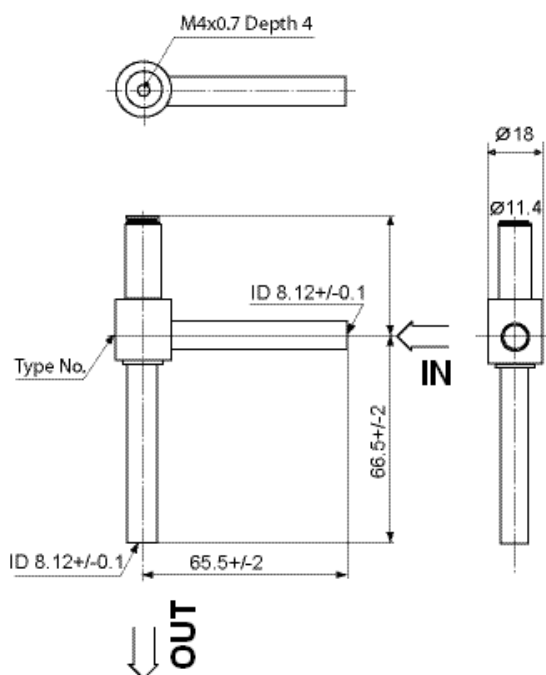

Рис. 10: Электромагнитный клапан без катушки
- Правильное расположение входа и выхода газа показано на рис. 10 и 11.
Труба от электромагнитного клапана к всасывающему трубопроводу (обозначена буквой А на **Рис. 9**) должна быть не длиннее 7,5 сантиметров. Типовые размеры труб от крышки компрессора к электромагнитному клапану показаны на **Рис. 10 и 11**.